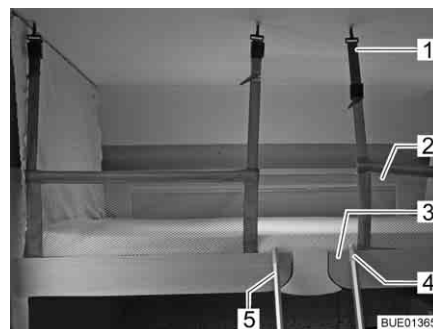

Fig. 116 Lit escamotable avec filet de sécurité tendu
**Filet de sécurité** Le filet de sécurité (Fig. 116,2) avec les sangles de sécurité se trouve dans le lit escamotable sous le matelas. Ne tendre le filet de sécurité qu'une fois que les personnes se trouvent dans le lit escamotable.
- Suspendre les sangles de sécurité (Fig. 116,1) aux crochets situés au plafond.
**Echelle de montée** Ne monter sur le lit escamotable qu'avec l'échelle de montée (Fig. 116,5) fournie.
- Accrocher l'échelle de montée (Fig. 116,5) à la barre-poignée (Fig. 116,3) du lit escamotable à l'aide des deux étriers (Fig. 116,4).
- Décrocher l'échelle de montée (Fig. 116,5) de sur la barre-poignée (Fig. 116,3) du lit escamotable.